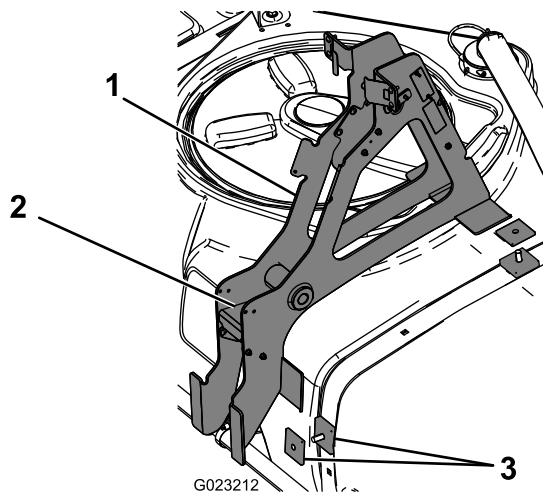

図 3
5. 先ほど取り付けしたキャリッジボルトに、四角いスペーサを2個取り付ける 図 3。
6. ガイドプレートをメインサポートフレーム・アセンブリに固定しているボルトとナット4組を外して保管する 図 3。
7. 図 3に示すように、角スペーサとキャリッジボルトの上からメインサポートフレームを取り付ける。